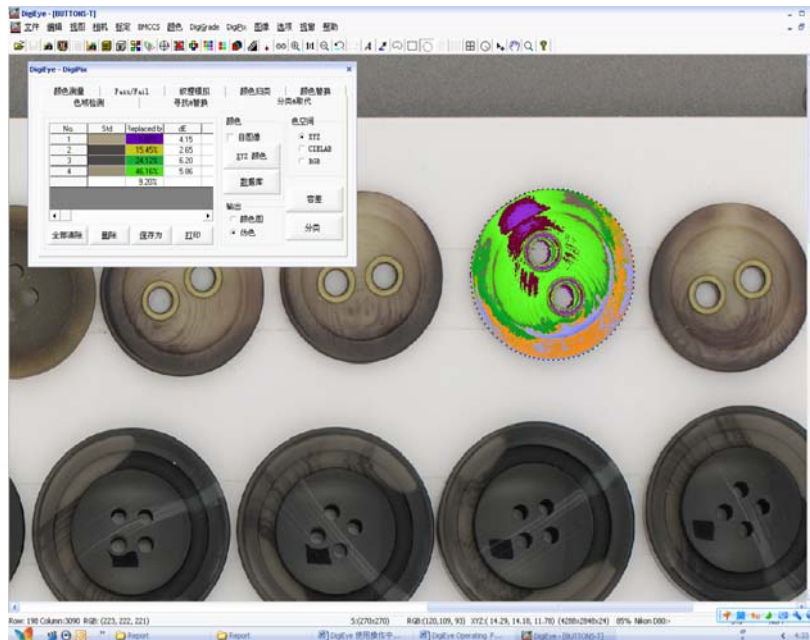

图 9
7. 分类&取代: 对一个含有多于两种颜色, 且颜色边界不容易分清的情况下, 用调小容差的魔术棒选取, 并给出一个固定范围, 点“分类”按钮, 系统对范围内的颜色作出分类并自动计算出指定颜色所占的比例, 用“伪色”取代原有的颜色, 能更清楚看到分类的情况(图 9)。